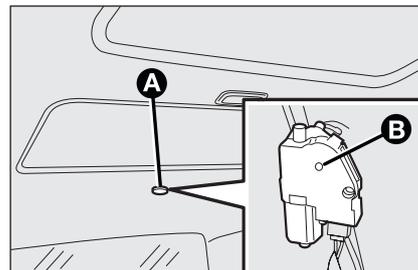

fig. 78
- retire el tapón de protección **A-fig. 78** situado en la parte trasera del revestimiento interior;